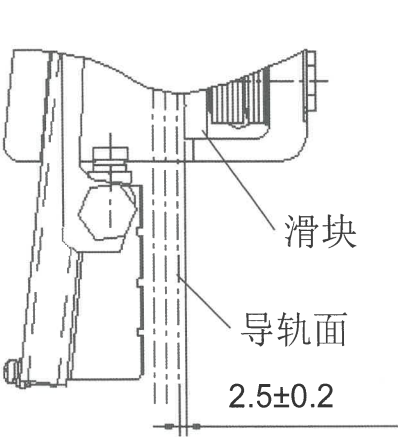

图 4
2.2.3. 滑块与导轨间隙为：2.5±0.2mm(图 4)。